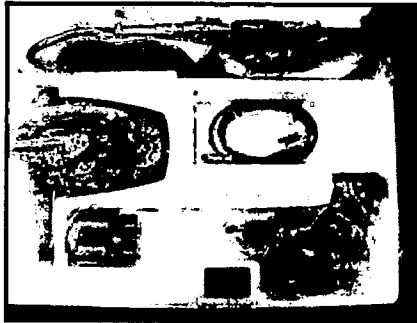

Figura 5.7 Embalaje de la lámpara de hendidura
1. Desempaque todos los artículos del embalaje de la caja de cartón (consulte la figura 5.7)